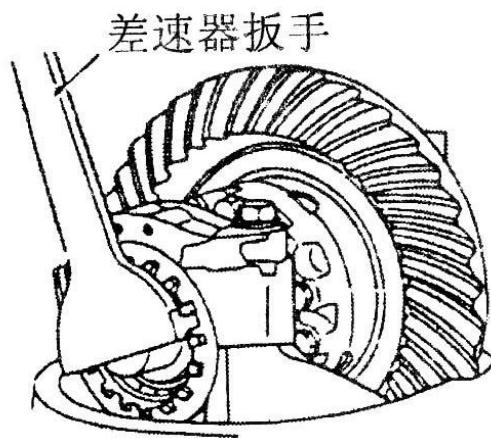

图 5-13
- (4) 拧松轴承盖的固定螺栓，利用差速器扳手，拆下调整螺母（图 5-13）;